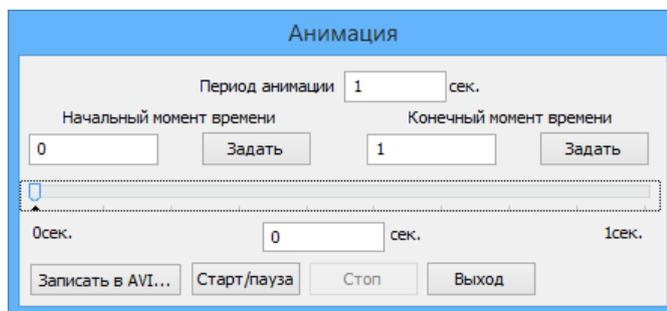

Рис. 3.58. Диалоговое окно Анимация
-  – переход в режим показа анимации (Рис. 3.58).
Команда контекстного меню вызывает диалоговое окно (Рис. 3.58) для показа анимации. В поле "Период анимации" задается длительность создаваемой анимации. В полях "Начальный" и "Конечный момент времени" выбирается период анимации из доступного диапазона. Кнопка "Записать в AVI" позволяет сохранить анимацию в отдельный видео-файл. При сохранении необходимо настроить параметры сжатия видео в соответствующем диалоговом окне.